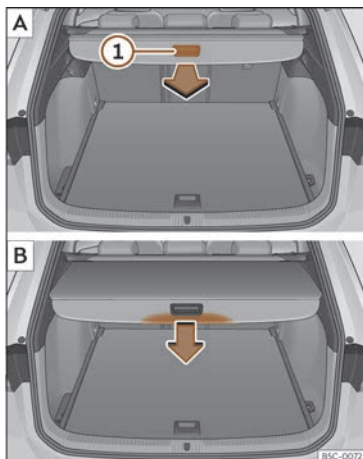

Fig. 121 No maleteiro: desmontar e enrolar a bandexa.
- Tire uniformemente da bandexa pola asa >>> **fig. 121** ① [A] cara atrás e extraíaa ata o tope, ata que encaste de forma audible.
- Prema na asa da bandexa no sentido da frecha ata que se desbloquee >>> **fig. 121** [B].